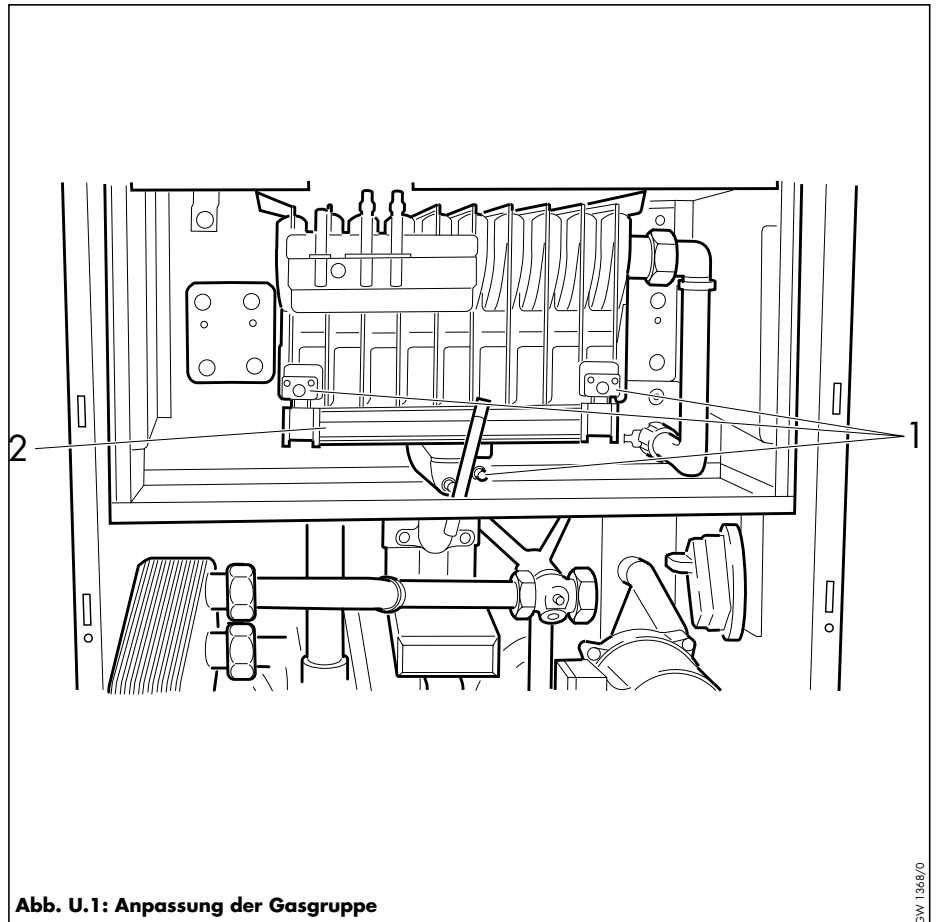

Abb. U.1: Anpassung der Gasgruppe
- Lösen Sie die drei Schrauben (1, Abb. U.1) am Brenner.
- Ziehen Sie die Brennerverteilerplatte (2) nach vorn heraus.
- Setzen Sie die neue Brennerverteilerplatte wieder ein und befestigen Sie diese mit den drei Schrauben (1).